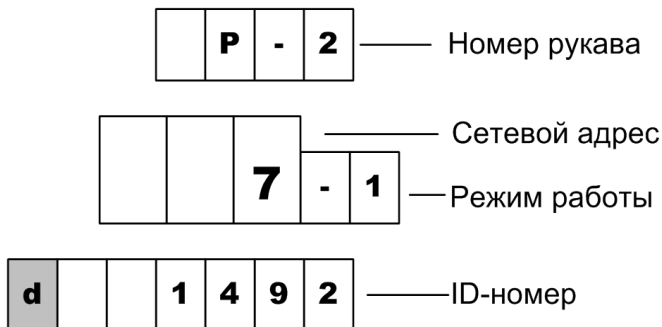

Рисунок 7
9.7 По команде СУ на табло могут отображаться сетевой адрес, режим работы и ID-номер рукава (рисунок 7). При снятии/установке любого раздаточного крана на табло выводится информация для следующего по счету рукава. По достижению последнего рукава вновь отображается информация по первому рукаву.